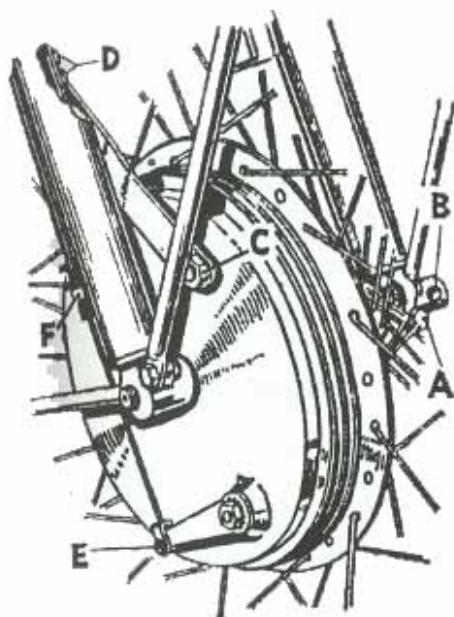

Fig. 29. Smontaggio della ruota anteriore (Thunderbolt, Royal Star e Victor Special).
Staccare il cavo comando freno, ritirandolo dal cavallotto (E) Fig. 29, e svitandolo dal sostegno al punto (F). Togliere il dado (C) del braccio di reazione, allentare i dadi (D) e il bullone (A). Inserire una spina nel foro esistente nella testa dell'asse al punto (B), e svitare l'asse. Il filetto è sinistrorso; per svitare, girare verso destra. Sostenere la ruota, sfilare l'asse, indi estrarre la ruota dalla macchina.